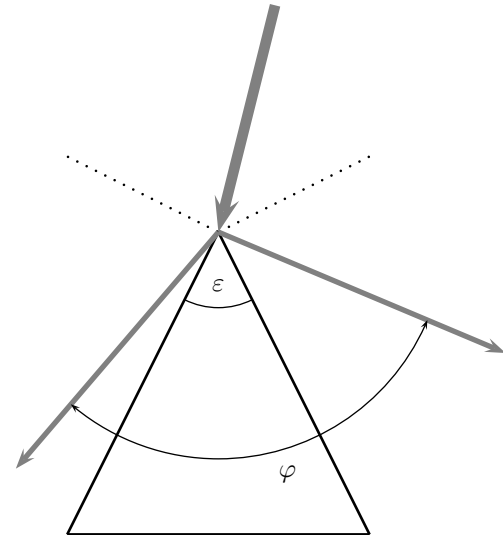

Abbildung 2. Bestimmung des Prismenwinkels
- Entsprechend Abbildung 2 wird zur Messung des Prismenwinkels ε ein aufgeweiteter Lichtstrahl auf die zu vermessende Kante des Prismas gelenkt. Aus dem Winkel φ zwischen den an den beiden Prismenflächen reflektierten Strahlen kann ε berechnet werden. Leiten Sie den benötigten Zusammenhang her.